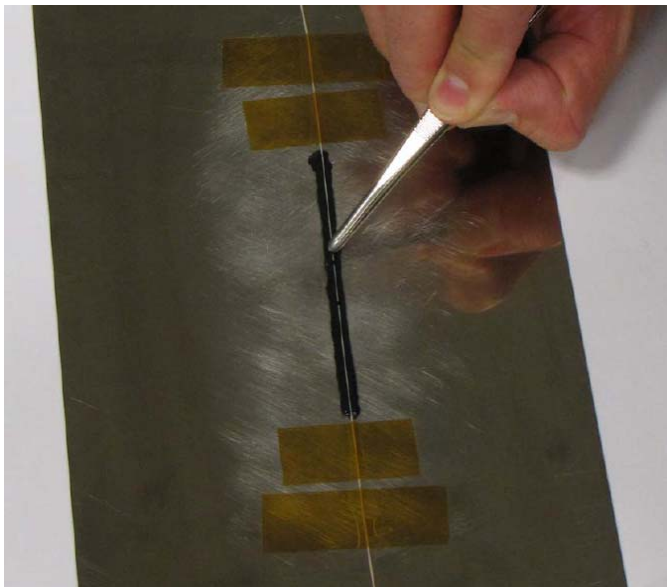

図 2.6 : 光学センサファイバ OptiMet-PKF を先端の丸いピンセットで押しつける
- さらに、先端の丸いピンセットを使用して光学センサファイバ OptiMet-PKF をコンポーネント表面に押しつけます（図 2.6）。